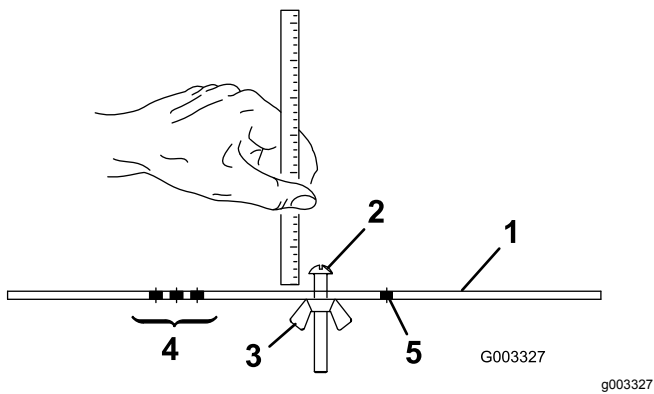

图16
2. 松开调刀尺上的螺母 图16并将调节螺丝设定为所需的剪草高度。